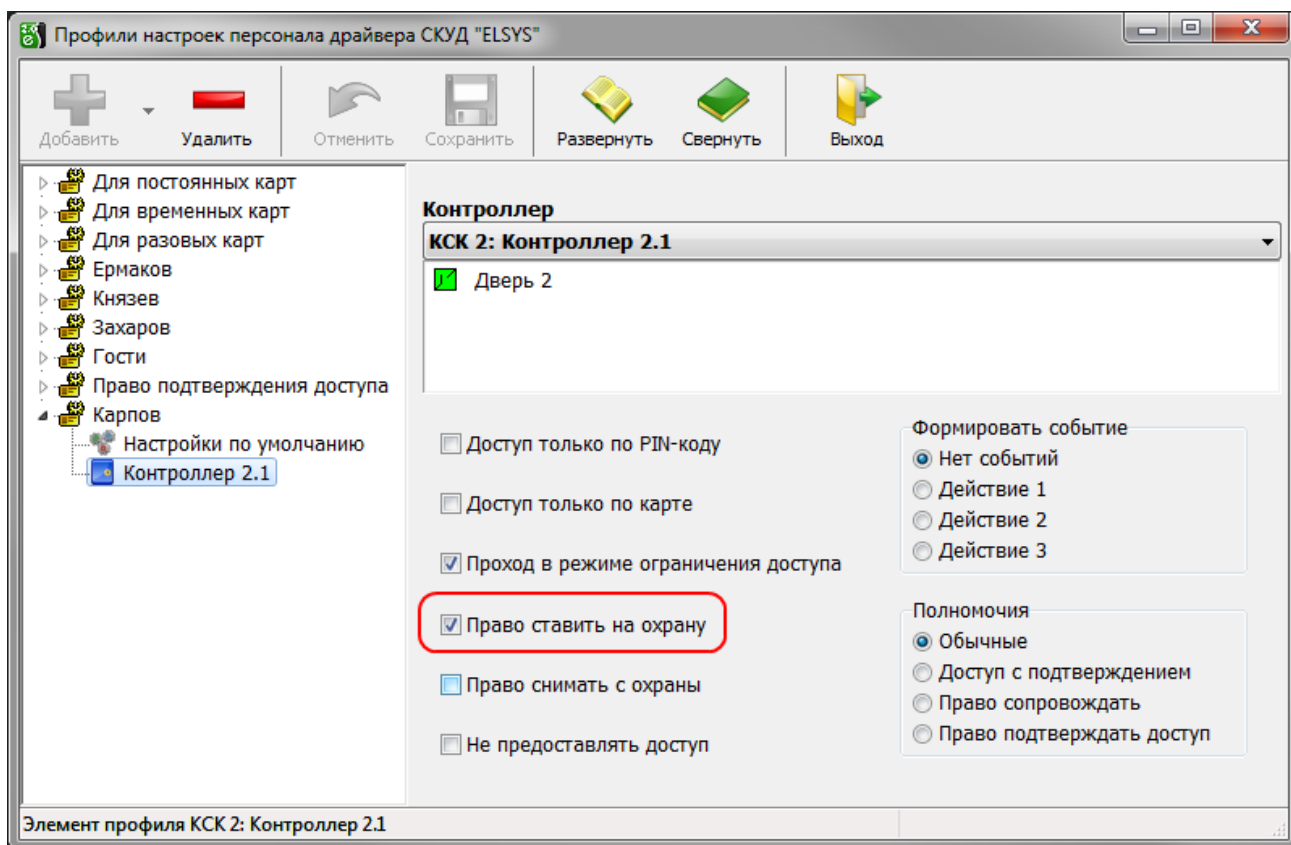

Рисунок 126 – Профили настроек персонала
- в дополнительных опциях пропуска, задаваемых профилем настроек персонала (рисунок 126), должна быть включена опция «Право ставить на охрану».